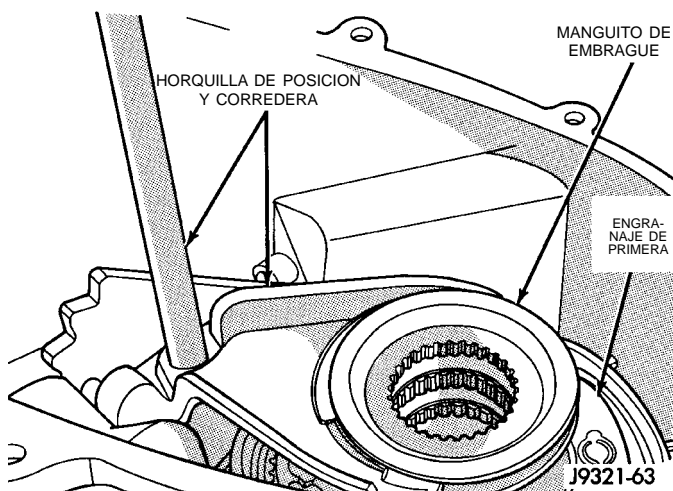

Fig. 62 Instalación de la horquilla de posición y el manguito de embrague
- (5) Instale la horquilla de posición y el manguito de embrague ensamblados (Fig. 62).
- (6) Inserte el pasador de la horquilla de posición en el sector. Luego gire el sector y asiente el piñón de embrague en el engranaje de la escala de primera.